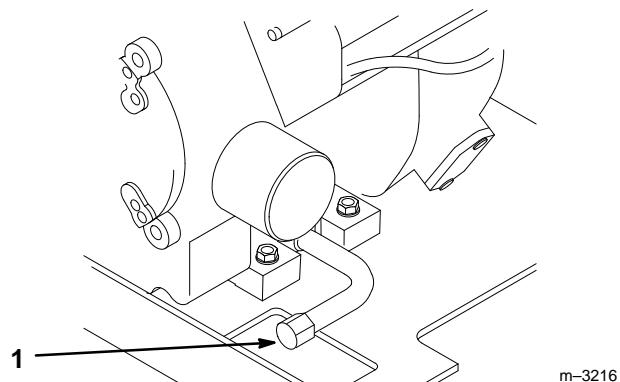

Figure 24
3. Placer un récipient sous l'ouverture de vidange, et retirer le bouchon de vidange (Fig. 24).
4. Placer un récipient sous l'ouverture de vidange de la boîte et retirer le bouchon inférieur (Fig. 24).